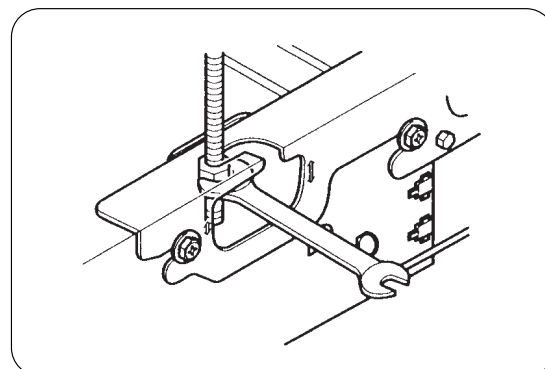

Fig.8.8
- Ajuste la altura girando la unidad con una llave. Inserte la llave desde la abertura del soporte de suspensión.(Fig.8.8)